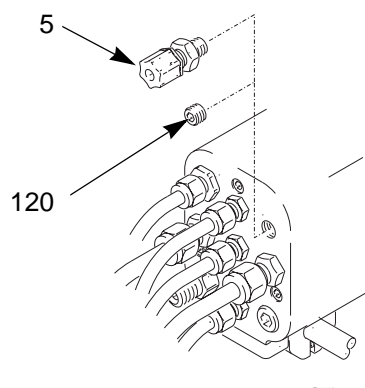

Fig. 6. Raccord du câble à fibres optiques
1. Ôter le bouchon (120) obturant le branchement du câble à fibres optiques et monter le raccord (5, fourni comme pièce détachée avec le pistolet). Voir Fig. 6.